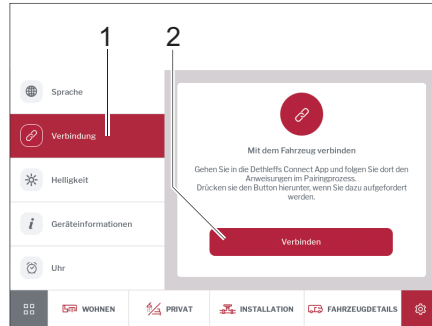

Bild 300 Verbindung über System Control Display
- Auf Schaltfläche *Verbindung* (Bild 300,1) tippen.
- Auf Schaltfläche *Verbinden* (Bild 300,1) tippen.